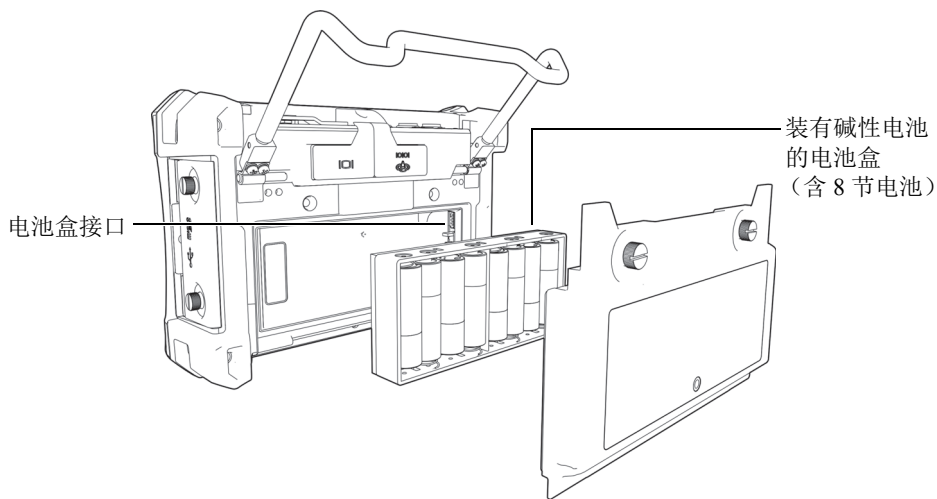

图 1-12 碱性电池盒
6. 将碱性电池盒放置于电池舱中（参见第 27 页的图 1-12）。